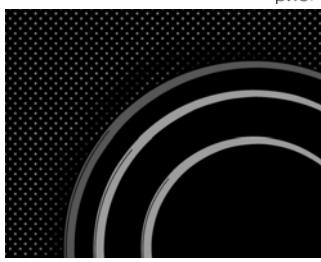

рис. 2
■ **Небольшие загрязнения** можно устраниćь мягкой влажной тканью. Затем протрите чистую поверхность насухо (рис. 2).
■ **Декоративный рисунок** на варочной поверхности может стираться из-за использования агрессивных и грубых чистящих средств, а также посуды с поврежденным или грубым дном (рис. 2).